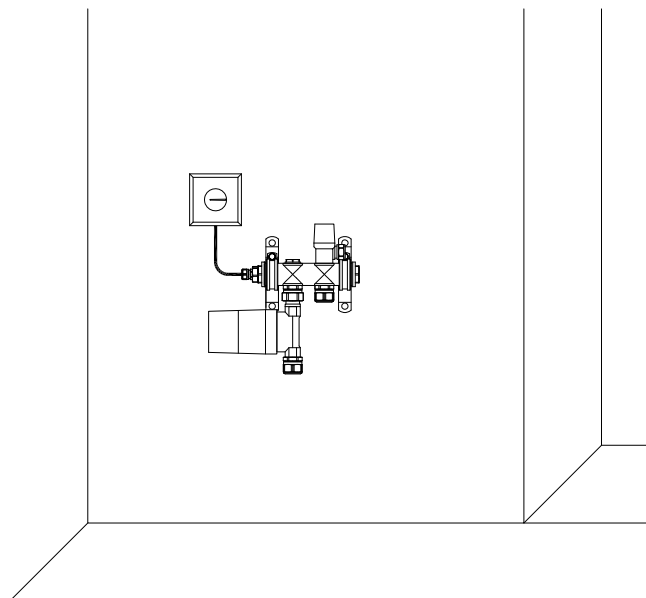

Рисунок 8. Монтаж модуля MINI на стене.
1. Закрепите модуль MINI и управляющий термостат к стене таким образом, чтобы он находился в вертикальном положении (рисунок 8).